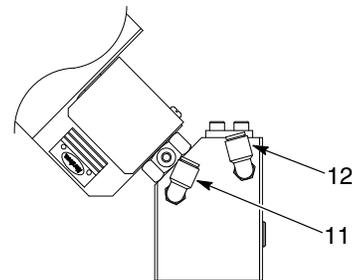
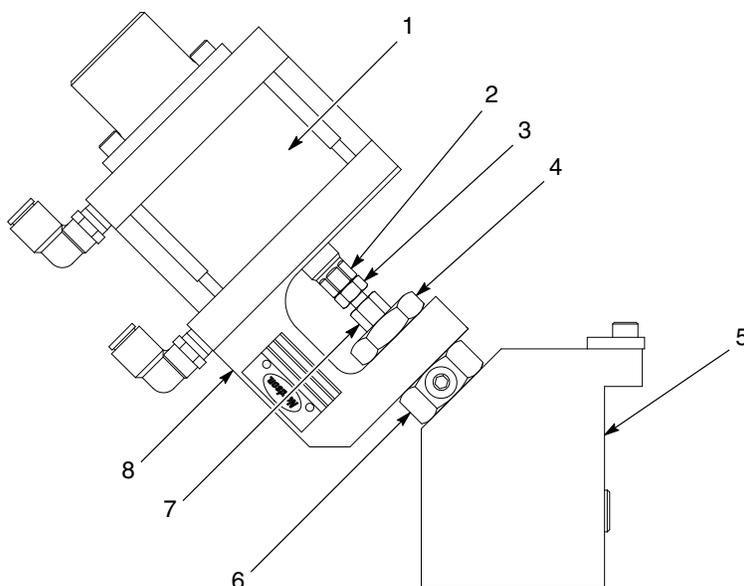
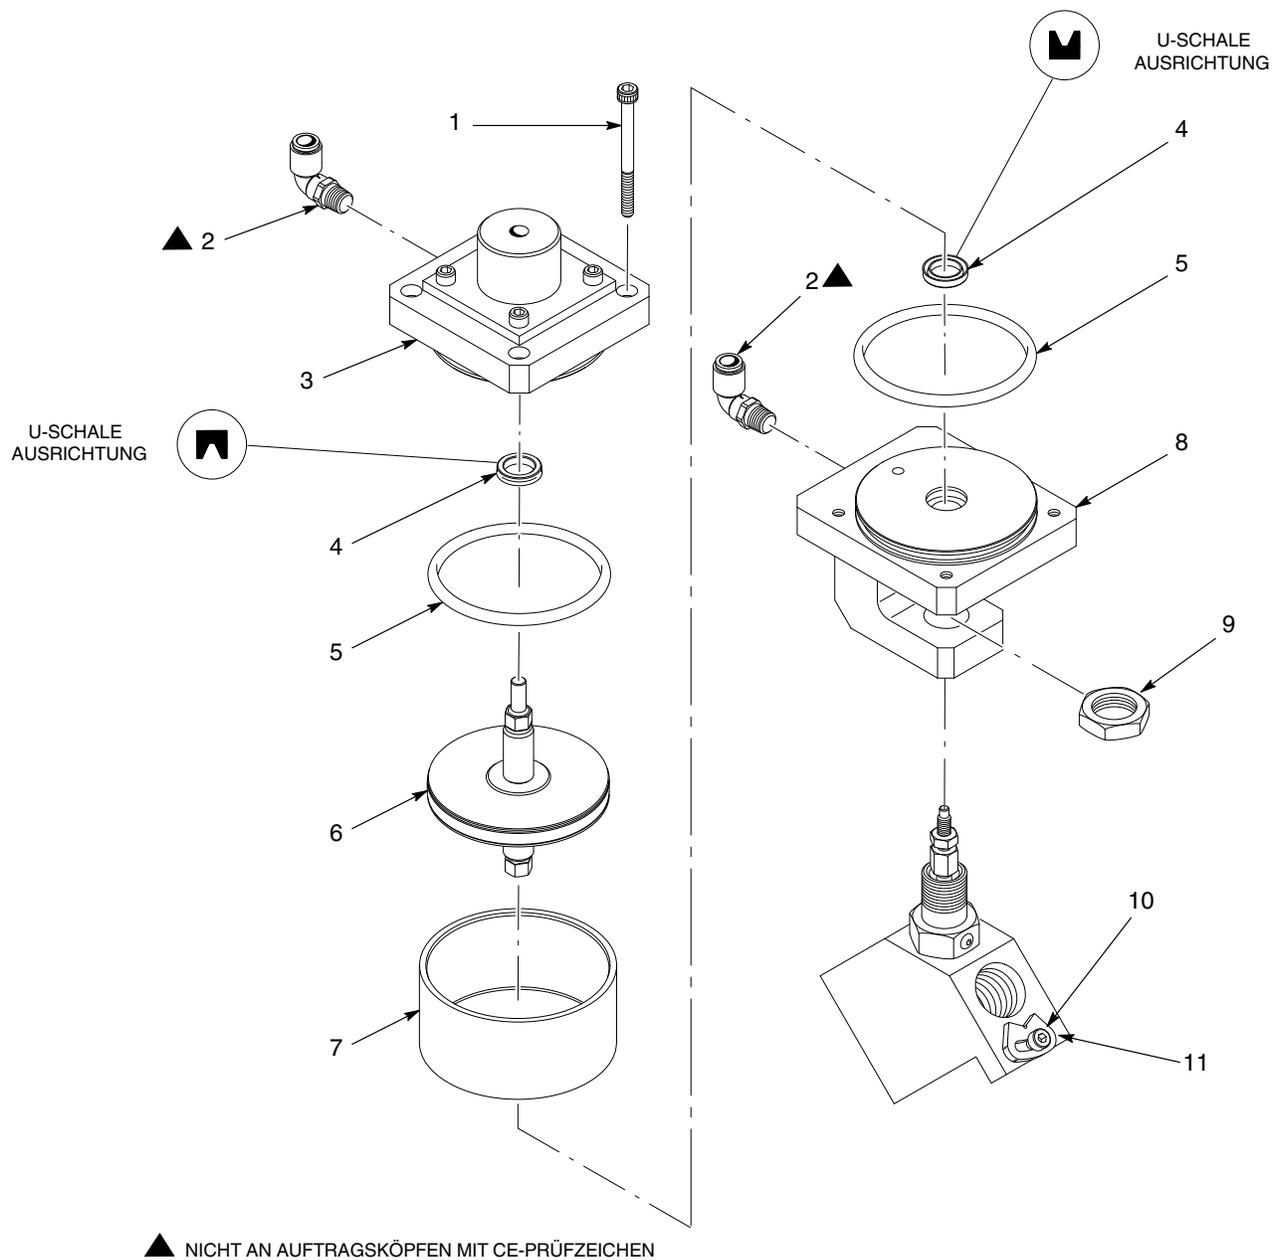

Abb. 8 Auftragskopf CE20 von der Halterung abnehmen (*typisch*)
Abb. 9 Haube ersetzen (typisch)
Abb. 10 Luftzylinderkolben ersetzen
2. Siehe Abb. 8. Den Materialzufuhrschlauch vom Materialeingangsanschluss (5) abnehmen.
3. Die Luftleitungen von den Anschlussverschraubungen für Auftragskopföffnungsluft (9) und Schließluft (10) am Luftzylinder (2) abnehmen.
4. Sofern verwendet die Luftleitung von der Verschraubung der Federschließbaugruppe (1) abnehmen.
5. Bei Auftragsköpfen mit Heizungsmodul (7) das Heizungskabel vom Heizungsanschluss (6) abnehmen.
6. Bei Anwendungen mit Temperaturkonditionierung die Kühlmittelschläuche von Eingang (11) und Ausgang (12) der Temperaturkonditionierung abnehmen.
2. Siehe Abb. 8. Schraube (4) vom Joch (8) abnehmen. Die Schutzvorrichtung (3) abnehmen.
3. Siehe Abb. 9. Den Sechskant der Luftwelle (2) mit einem 10 mm-Schlüssel festhalten und die Quetschmutter (3) mit einem zweiten 10 mm-Schlüssel lösen.
4. Mit einem 1 Zoll-Maulschlüssel die Haltemutter (4) lösen, die das Joch (8) auf der Baugruppe aus Haube und Gehäuse mit Sitz (5) hält.
5. Den Sechskant der Luftwelle mit einem 10 mm-Schlüssel festhalten und mit einem zweiten 10 mm-Schlüssel die Verbindungsmutter (7) greifen. Die Verbindungsmutter lösen, bis die Luftzylinderbaugruppe von Gehäuse mit Sitz freikommt.
7. Den Sechskant der Haube (6) mit einem 1 Zoll Maulschlüssel halten und die Haube von Gehäuse mit Sitz abschrauben.
1. Siehe Abb. 9. O-Ring und Gewinde der neuen Haube mit PTFE-Fett bestreichen und die Haube in das Gehäuse mit Sitz (5) einschrauben.
3. Den Luftzylinder (1) mit festgehaltener Haltemutter (4) auf Gehäuse mit Sitz absenken und dabei das Joch (8) über den Haubensechskant (6) und die Stange schieben.
4. Die Verbindungsmutter (7) festhalten und die Haltemutter fingerfest auf die Haube schrauben.
5. Mit der Verbindungsmutter die Haubenstange in die Zylinderwelle am Luftwellensechskant (2) einschrauben, bis die Haubenstange am Anschlag ist. Die Verbindungsmutter nicht zu fest anziehen.
6. Mit einem 10 mm-Schlüssel den Luftwellensechskant festhalten. Die Quetschmutter (3) mit einem zweiten 10 mm-Schlüssel in die Luftwelle einschrauben. Die Quetschmutter mit 9 N•m (80 in.-lb) anziehen.
9. Siehe Abb. 8. Nach Abschluss der Wartung oder Reparatur die Schutzvorrichtung (3) wieder anbringen. Die Schraube (4) mit Loctite 242 bestreichen und die Schutzvorrichtung am Joch (8) befestigen.
4. Siehe Abb. 10. Mit einem 4 mm-Innensechskantschlüssel die vier Innensechskantschrauben (1) vom oberen Zylinderkopf (3) abnehmen.
5. Den oberen Zylinderkopf vom Joch/unteren Zylinderkopf (8) trennen.
6. Die Zylinderbuchse (7) und die Baugruppe Kolben/Stange (6) abnehmen.
8. Die Lippendichtungen (4) aus den Nuten im oberen und unteren Zylinderkopf entfernen.
9. O-Ringe (5) der Zylinderköpfe abnehmen.
1. Siehe Abb. 10. Neue Lippendichtungen (4) mit Magnalube-G bestreichen und wie gezeigt installieren.
2. Zwei neue Zylinderkopf-O-Ringe (5) schmieren und installieren.
3. Die Innenseite der Zylinderbuchse (7) und die äußere blaue Dichtung der Baugruppe Kolben/Stange (6) abnehmen schmieren.
5. Das Ende der Kolbenstange mit Innengewinde in Joch/unteren Zylinderkopf (8) einschrauben. Die Zylinderbuchse auf das Joch stecken.
6. Den oberen Zylinderkopf (3) mit dem O-Ring nach unten auf die Zylinderbuchse stecken.
7. Oberen und unteren Zylinderkopf gerade ausrichten, so dass die Luftverschraubungen (2) auf einer Linie liegen.
8. Die Gewinde der vier Innensechskantschrauben (1) schmieren und die Schrauben installieren, um den oberen Zylinderkopf am unteren Zylinderkopf zu befestigen. Die Schrauben mit 5,2 N•m (46 in.-lb) festziehen.
10. Siehe Abb. 8. Nach Abschluss der Wartung oder Reparatur die Schutzvorrichtung (3) wieder anbringen. Die Schraube (4) mit Loctite 242 bestreichen und die Schutzvorrichtung am Joch (8) installieren. Die Schraube fest anziehen.
2. Siehe Abb. 8. Den Materialzufuhrschlauch an den Materialeingangsanschluss (5) anschließen.